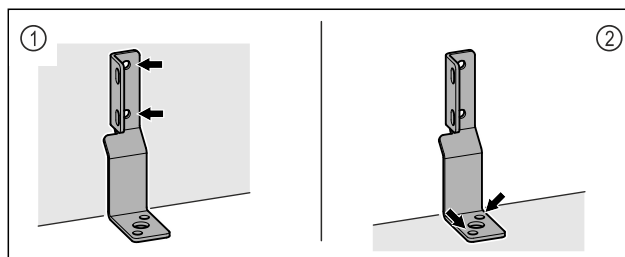

Fig. 6
- ▶ Zamocować kątownik na ścianie Fig. 6 (1) lub na podłodze Fig. 6 (2).